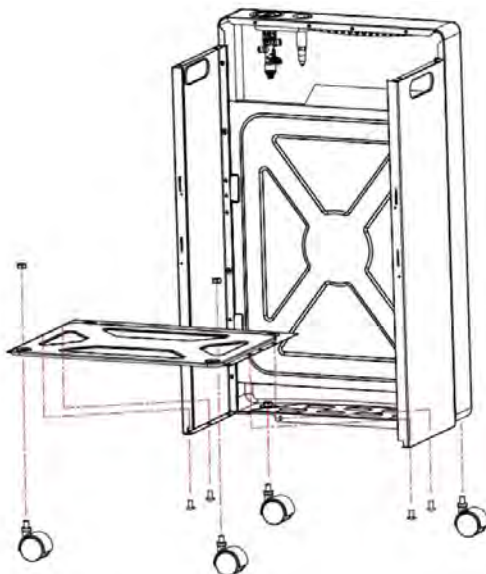

Рисунок 2
2. Присоедините два колеса  к дну лицевой панели прибора (6). Присоедините два других колеса к нижней панели (10) с помощью двух гаек . Используйте 4 болта 5*8 мм  для присоединения нижней панели (10) к левой и правой стенкам (см. рисунок 2)